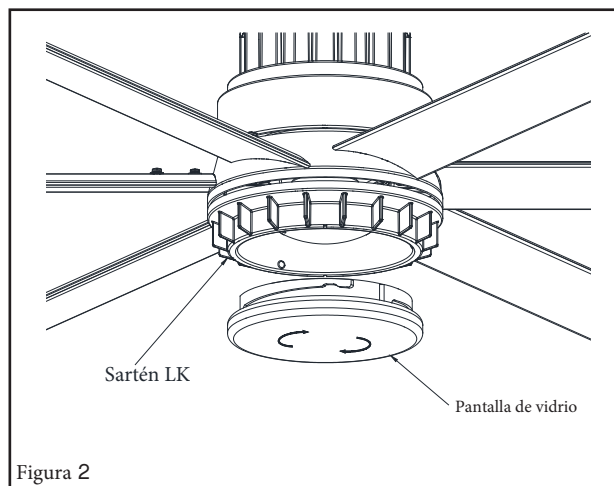

Figura 2
- 2 Asiente la base A en la placa de pared. (Figura 2)